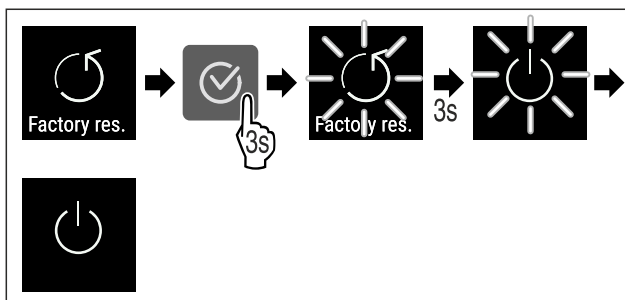

Fig. 112
- ▶ Suorita toimenpidevaiheet (katso Fig. 112).